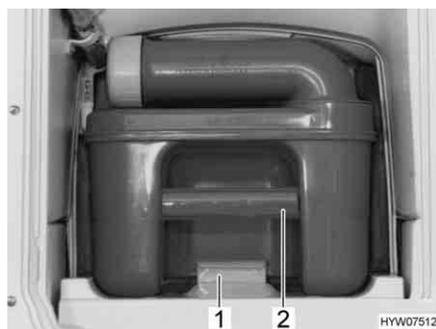

Fig. 51 Rimozione della cassetta Thetford
- Tirare verso l'alto la staffa di supporto (Fig. 51,1) ed estrarre la cassetta Thetford (Fig. 51,2).